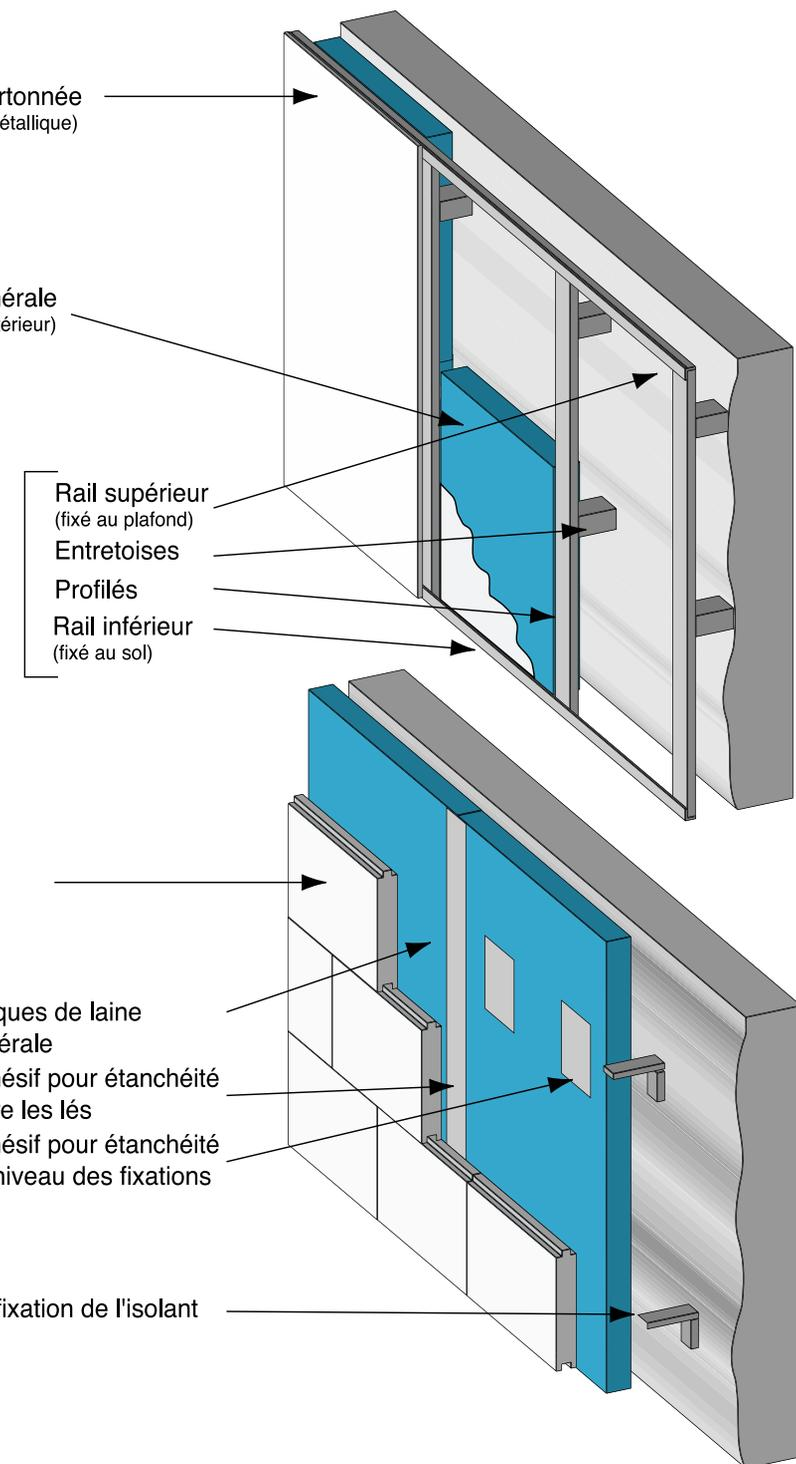

Figure 99 : Isolation intérieure des murs irréguliers
- constitution d'une ossature métalliques (avec entretoises) présentant une bonne planéité et un aplomb correct. Pose d'un isolant entre les rails (à bords jointifs). Fixation d'une plaque de plâtre sur les rails (figure 99) ;
- un isolant minéral est placé entre le mur et une contre-cloison en carreaux de plâtre, briques plâtrières ou béton cellulaire (figure 99). Les lés d'isolant sont placés à bords jointifs et maintenus par des pattes de fixation. Les raccords entre les lés et les emplacements des fixations sont recouverts d'adhésif pour assurer l'étanchéité de l'ensemble.